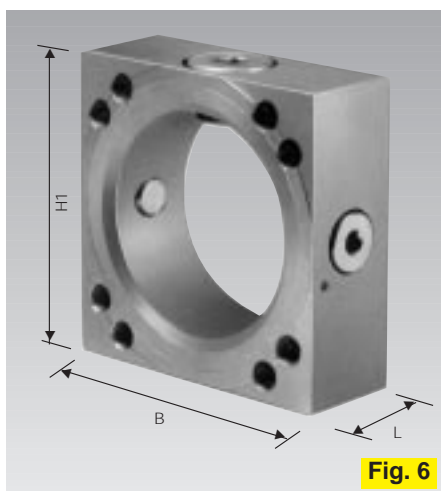

Fig. 6
**Intercalaire muni** de raccords filetés (1 x Rp 1/2 et 2 x Rp 1/4) pour prise de gaz d'allumage et raccord de manomètre Fig. 6